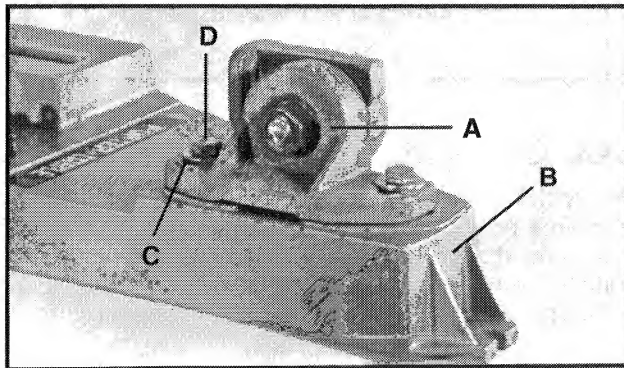

Fig. 2
1. Coloque el conjunto de bisagra (A) sobre la base (B), Fig. 2, de manera que el centro de los agujeros alargados del soporte de montaje del conjunto de bisagra esté sobre el centro de los agujeros alargados de la base.
2. Instale las dos arandelas de  $\frac{3}{8}$ " de D.I. x 1" de D.E. (C), Fig. 2, en los dos pernos de  $\frac{3}{8}$ "-16 x  $1\frac{1}{2}$ " de longitud (D) e introduzca los pernos a través del conjunto de bisagra (A) y la base (B) de la manera que se muestra en la ilustración. Enrosque los pernos en las dos tuercas cuadradas de  $\frac{3}{8}$ "-16 que
deben colocarse en las ranuras que están en la parte de debajo de la base (B), bajo los agujeros alargados, y apriete firmemente los pernos (D), Fig. 2.